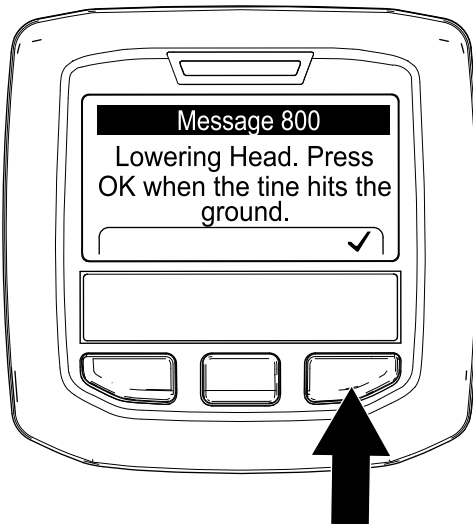

Bild 69
6. Wenn ein Tines den Boden berührt, drücken Sie die rechte InfoCenter-Taste auf dem Bildschirm „Aerifizierkopf absenken“ (Bild 69).